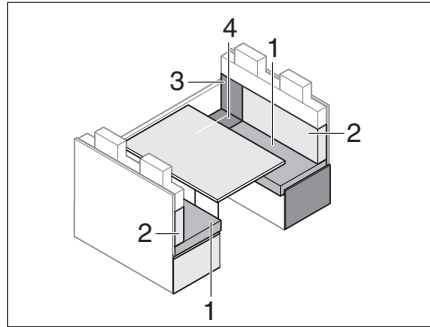

Bild 208 Vor dem Umbau
- Ruckenpolster (Bild 208,2) entfernen und zur Seite legen.